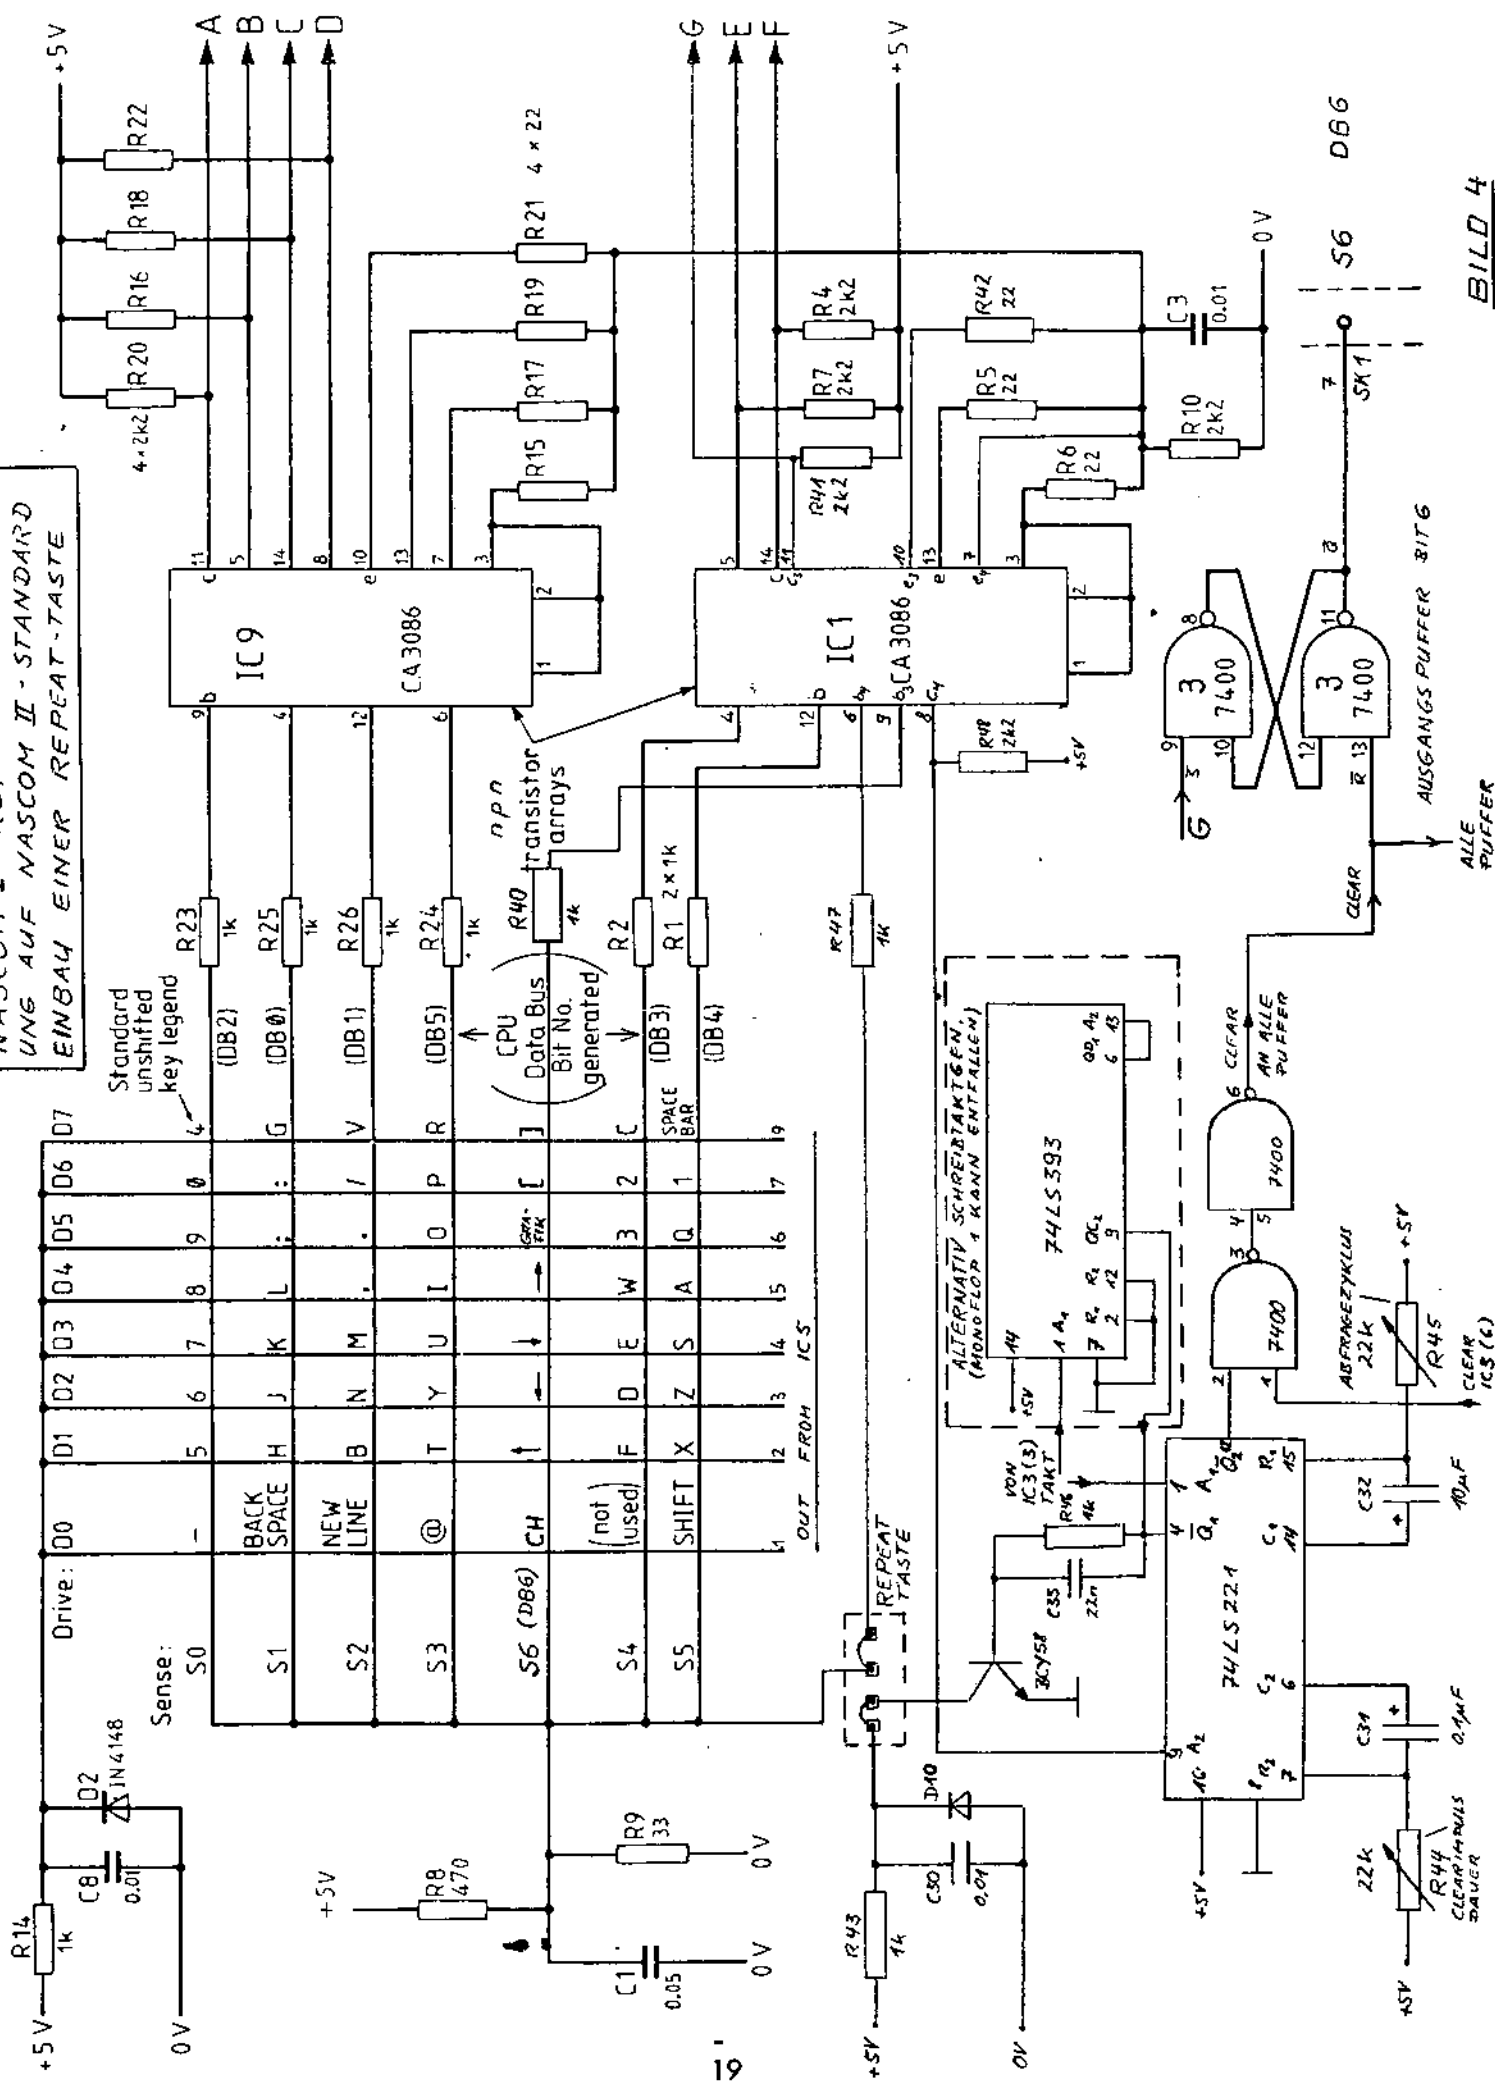
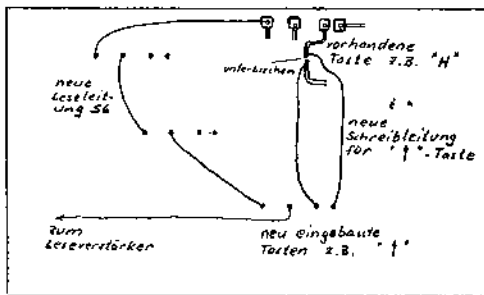

BILD 4
BILD 3
Die Leiterschleifen (2,3) der einzelnen Tasten sind, wie aus dem Schaltbild (Bild 4) ersichtlich, zu einer Matrix aus Lese- und Schreibleitungen miteinander verbunden. Über einen BCD-Zähler (IC 5) der von einem über die Software erzeugten Takt gesteuert wird, wird die Tastenmatrix über die Schreibleitung ständig nach gedrückten Tasten abgefragt. Eine gedrückte Taste
erzeugt in ihrer Leseleitung (Bild 4, S0-S6) durch das Differenzierglied aus C1, R8, R9 einen kurzen Nadelimпульс (Bild 5, IC2(5) F), der von einem Leseverstärker (Transistorarrays IC1, IC9) in den Pufferspeicher (RS-Flip-Flop IC7, IC2, IC8) eingeschrieben wird.
Dazu werden acht der neu eingebauten Tasten verwendet. Zum Einbau der Leseleitung wird einfach ein dünner isolierter Draht, am besten Wire-Wrap-Draht, an dem aus C1, R8, R9 bestehenden Differenzierglied angelötet und, wie in Bild 3 dargestellt, über die neu eingebauten Tasten in beliebiger Reihenfolge durchgeschaltet.
Für die acht Schreibleitungen (D0-D7) muß jeweils mit einem geeigneten Werkzeug die Leiterbahn zu einer ebenfalls in dieser Schreibleitung liegenden Taste unterbrochen und über die neu einzufügende Taste wieder verbunden werden. Die Anschlußpins der Tasten dürfen dabei nicht vertauscht werden, da sich sonst die Stromrichtung im Übertrager umkehrt. Mit dem Einfügen der Tasten in die jeweiligen Schreibleitungen ist die Tasten-Code-Zuordnung festgelegt (siehe Bild 2, Bild 3 und Bild 4).
Die neue Leseleitung (S6) wird dann in der aus Bild 4 ersichtlichen Weise über einen Leseverstärker (freier Transistor in IC1) auf die als Pufferspeicher benutzten freien NAND-Gates in IC3 geschaltet. Die dazu notwendigen Bauelemente R40, R41 und R42 müssen an einer leiterbahnfreien Stellen auf der Platine montiert werden. Der "Sense-Output" des S6-Puffers wird dann mit Pin 7 des Sockels (SK 1) für das Keyboardverbindungskabel verbunden.
Bei Inbetriebnahme unter NASSYS I müssen die neu eingebauten Tasten, falls keine Fehler gemacht wurden, die aus Bild 4 zu entnehmenden Funktionen auslösen. Die GRAFIK-Taste kann natürlich nur dann sinnvoll sein, wenn eine GRAFIK-Erweiterung vorhanden ist.